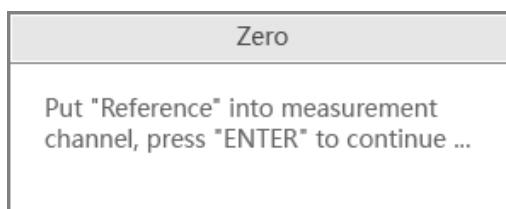

Fig. 6-7 Faire le vide
- 2 Conformément à l'invite (figure 6-7), placez la "référence" dans le canal de mesure, fermez la salle d'échantillonnage et appuyez sur "**ENTER**" pour effectuer la mise à blanc.